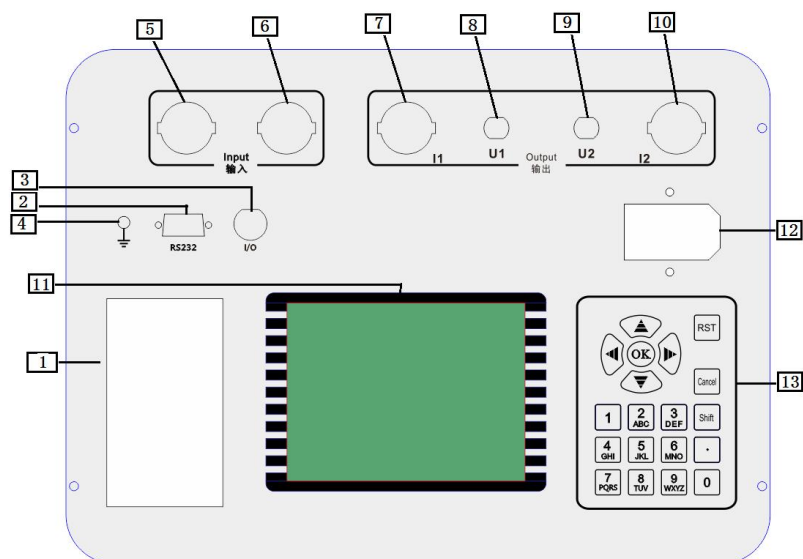
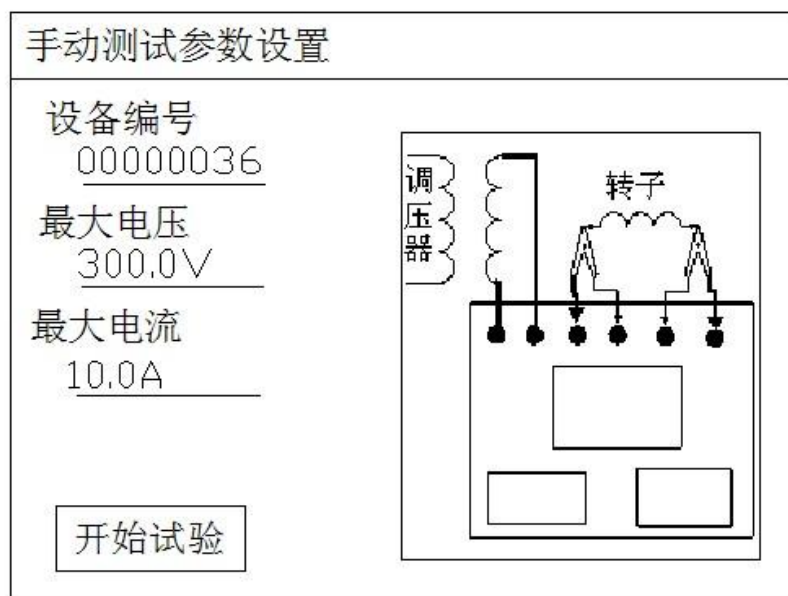

图 1 测试仪面板图
图 7 手动测试参数设置界面
- 1) 接通仪器工作电源，打开电源开关，待仪器复位后进入如图1所示的界面图，按方向键选择“自动测试”，然后按“OK”即可进入如图3所示的“自动测试参数设
- 1) 接通仪器工作电源，打开电源开关，待仪器复位后进入如图 1 所示的界面图，按“↑”“↓”键选择“手动测试”，然后按“OK”即可进入如图 7 所示的“手动测试参数设置”界面。